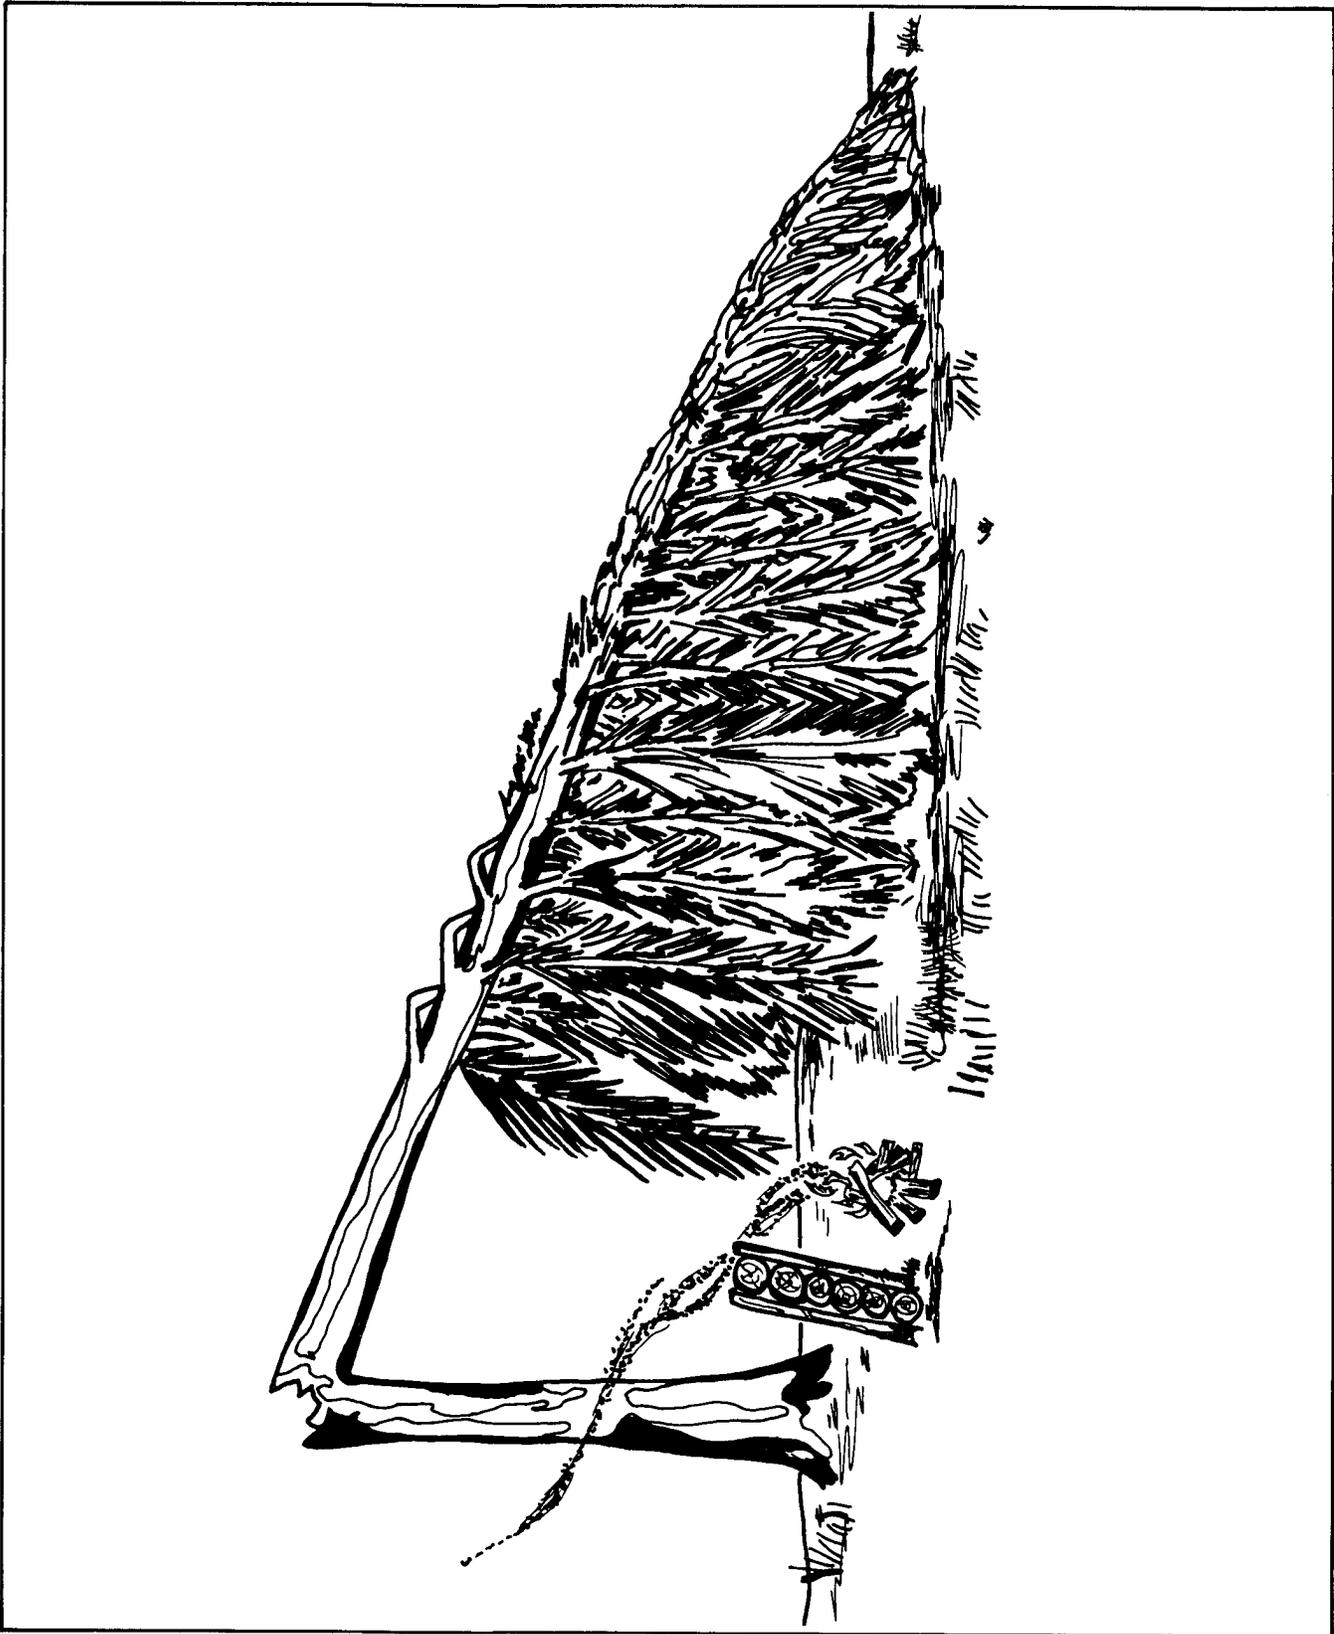

Figure 3-15 Chopped or Fallen Tree Shelter with Fire and Log Reflector
79. A low tent like shelter can be made from a chopped or fallen tree. Use a tree with the main stem about 4 feet off the ground. Either find a fallen tree, chop a tree down or lift the butt end up. Whichever way is used, make sure that the butt is securely held off the ground. Trim the inside boughs off and use these to thicken up the remaining ones on the sides. Make a bough bed. Heat your shelter with a small fire in the front. (See Figure 3-15.)
79. On peut utiliser un arbre tombé ou abattu pour en faire un abri en forme de tente basse. On utilisera de préférence un arbre dont le tronc s'est brisé à quatre pieds du sol environ. Au besoin, on pourra en abattre un ou bien soulever le tronc d'un arbre couché au sol. Quelle que soit la méthode adoptée, il faut s'assurer que le tronc de l'arbre est bien immobilisé au-dessus du sol. Se pratiquer un abri à l'intérieur en enlevant les branches qui sont dans le chemin et les placer sur les côtés, à l'extérieur, pour assurer une meilleure protection. Fabriquer un lit de branchages. Faire un petit feu près de l'entrée pour réchauffer l'abri (voir figure 3-15).